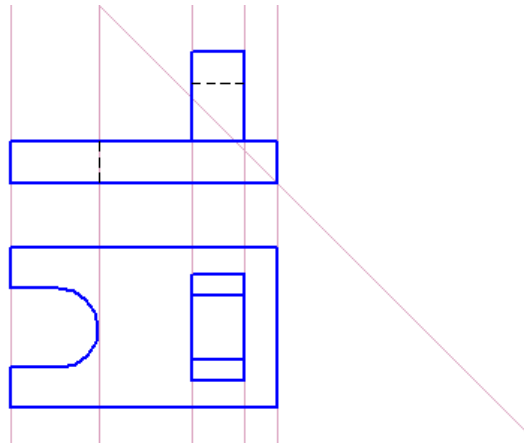

Рис. 19.14
- Проведите вспомогательную прямую под углом **135°** (рис. 19.14).